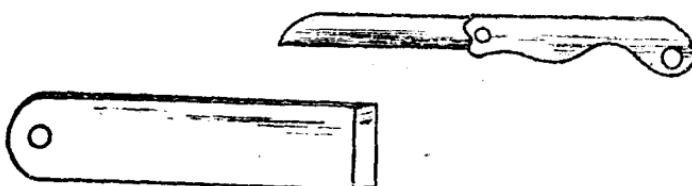

图 2-3 削笔刀
3. 修磨 削笔工具可用一般的小刀，或用碳钢（如报废的机用锯条片）自己制作，如图 2-3 所示。